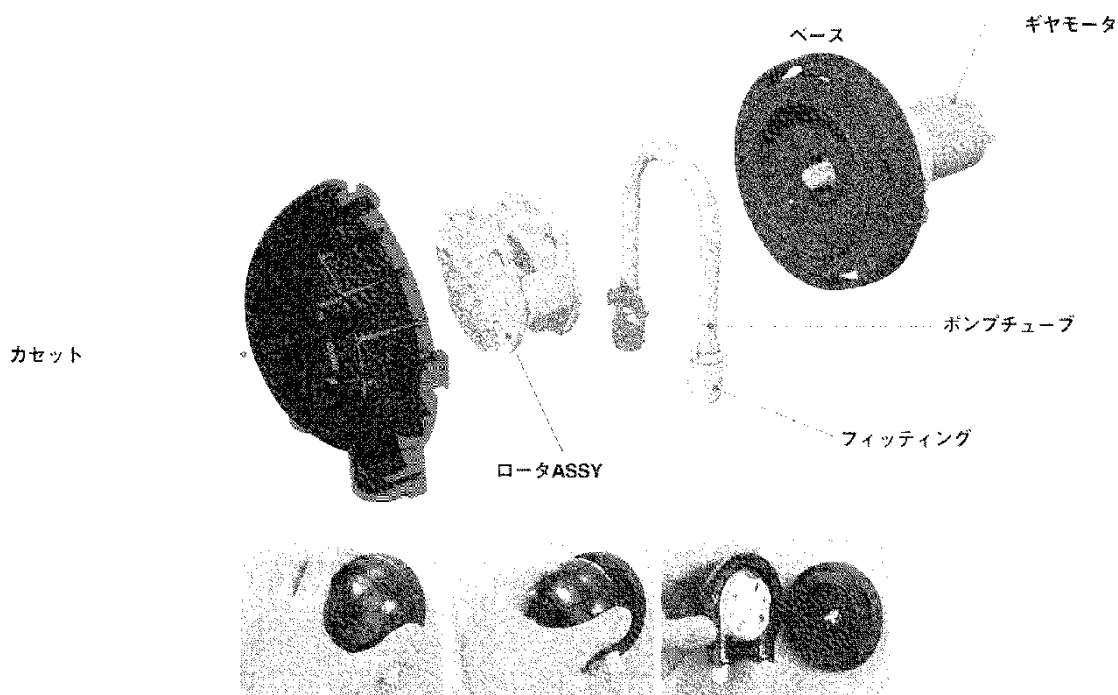

図 8-25
2) ポンプチューブの点検 (図 8-25)
- ・ 図 8-25 の要領でカセットを左に廻しカセットを外し、ロータ ASSY を手前に引き抜くとポンプチューブが外れます。